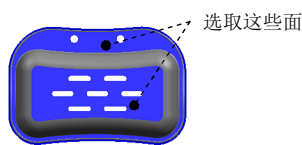

图 1.26 定义边界面
Step4. 定义边界面。选取如图 1.26 所示的面为边界面。